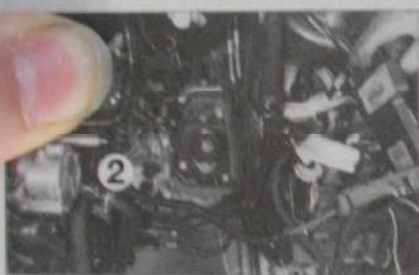

Fig. 2
- Effectuer le remplissage à la quantité requise par l'orifice de mise à l'air libre (2) (Fig.2).